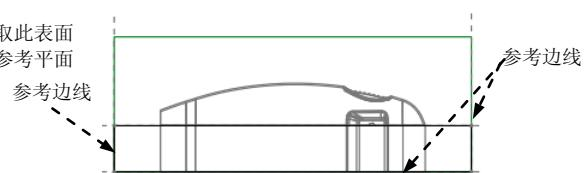

图 8.39 截面草图
(3) 绘制截面草图。进入草绘环境后，选取图 8.39 所示的坯料边线为参考；然后单击 **关闭 (C)** 按钮，绘制图 8.39 所示的截面草图（为一矩形）；完成截面的绘制后，单击“草绘”操控板中的“确定”按钮 。